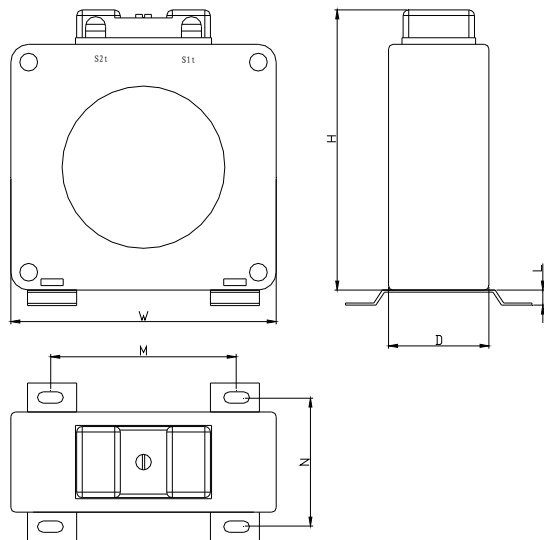
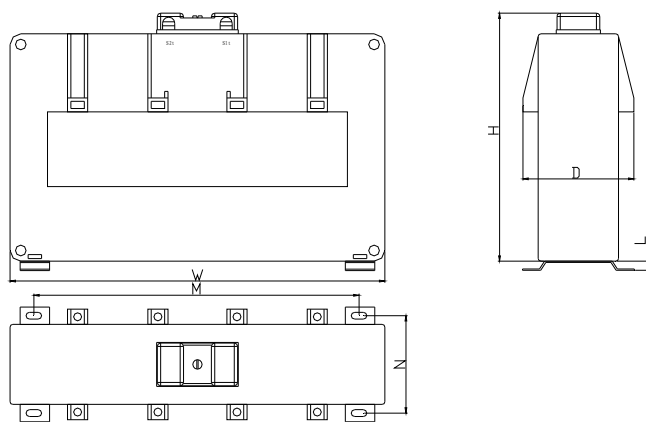
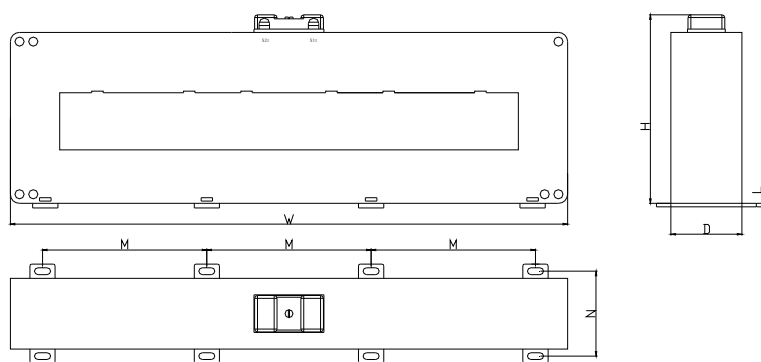
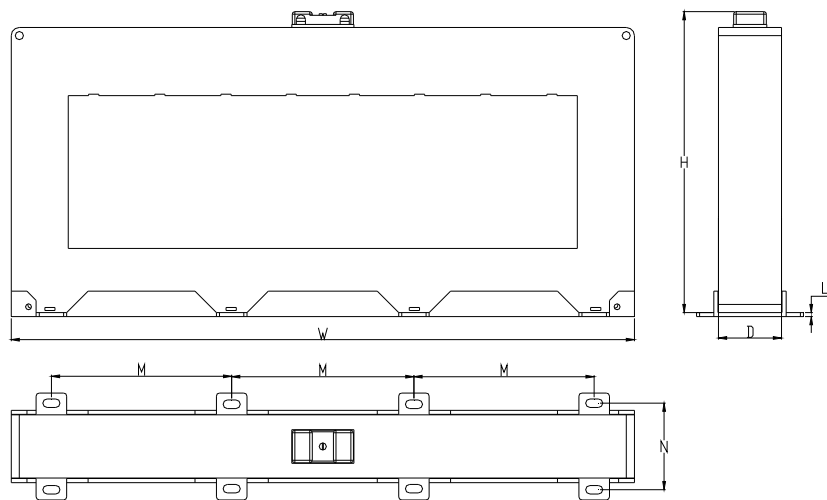

图 2.24 闭口圆孔型传感器外形示意图
图 2.25 闭口方孔型传感器外形示意图
图 2.26 闭口方孔型 (DH-GSTN5600/40F) 剩余电流传感器外形示意图
图 2.27 闭口方孔型 (DH-GSTN5600/50F) 剩余电流传感器外形示意图
3.3.2 闭口圆孔型传感器外形示意图如图 2.24 所示，闭口方孔型传感器外形示意图如图 2.25、图 2.26 和图 2.27 所示，所示参数见表 2.9